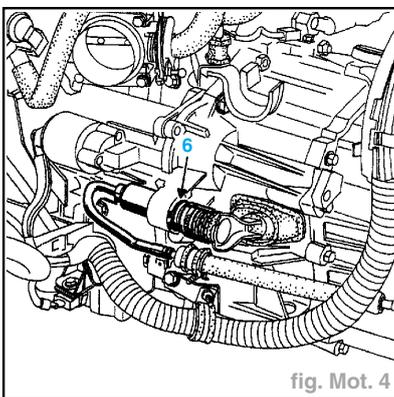

fig. Mot. 4
- Retirer le circlips (6) du récepteur d'embrayage et le mettre sur le côté (fig. Mot. 4).